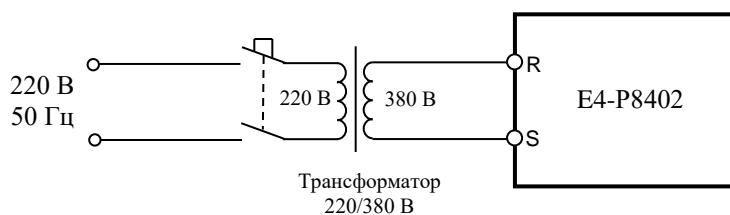

Рис. 4.8. Подключение ПЧ к сети 1ф 220В через трансформатор
Примечание: при проведении диагностики допустима подача силового напряжения 1ф 220В через повышающий трансформатор 220В/380В (п. 3.4.3), как показано на рис. 4.8.
**Примечание.** Возможно проведение проверки на лампы при подаче питания через трансформатор (рис. 4.8).